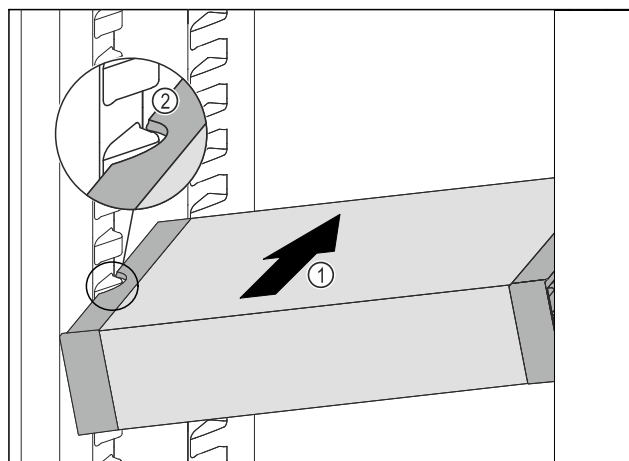

Fig. 48
- ▶ VarioSafe wsunąć ukośnie do chłodziarki Fig. 48 (1), aż boczne wycięcia Fig. 48 (2) VarioSafe będą się znajdować na wysokości żeber pojemnika w chłodziarce.